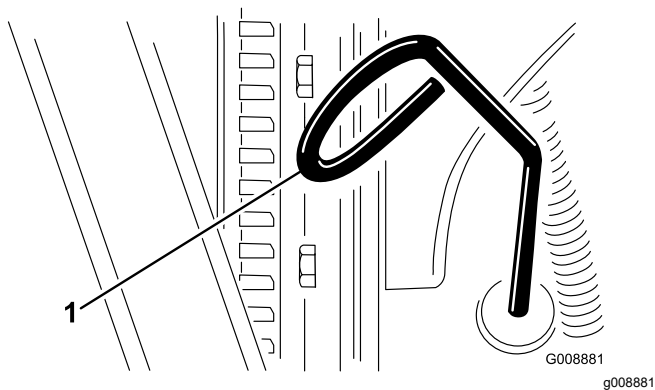

Bild 52
2. Nehmen Sie den Peilstab (Bild 52) heraus und wischen Sie ihn mit einem sauberen Lappen ab.